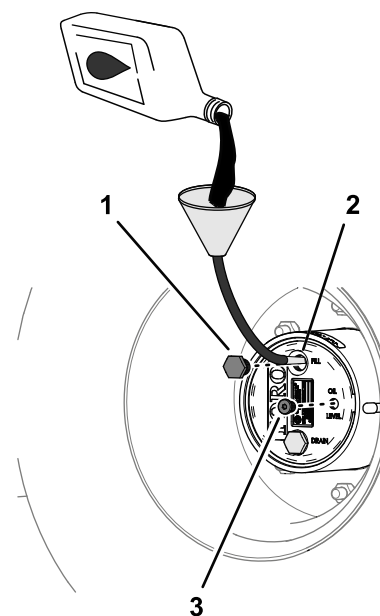

Figura 93
4. În cazul în care nivelul de lubrifiant este scăzut, îndepărtați buonul de umplere și adăugați lubrifiantul specificat până când începe să curgă din orificiul buonului de umplere (Figura 93);
6. Montați buonul de umplere și buonul de verificare (Figura 93).
1. Prin orificiul buonului de umplere, adăugai încet lubrifiantul specificat pentru angrenaj; consultai Figura 93 din Verificarea lubrifiantului pentru angrenajul planetar \(Pagină 71\).
3. Instalează buonul de umplere și buonul de verificare; consultai Figura 93 din Verificarea lubrifiantului pentru angrenajul planetar \(Pagină 71\).